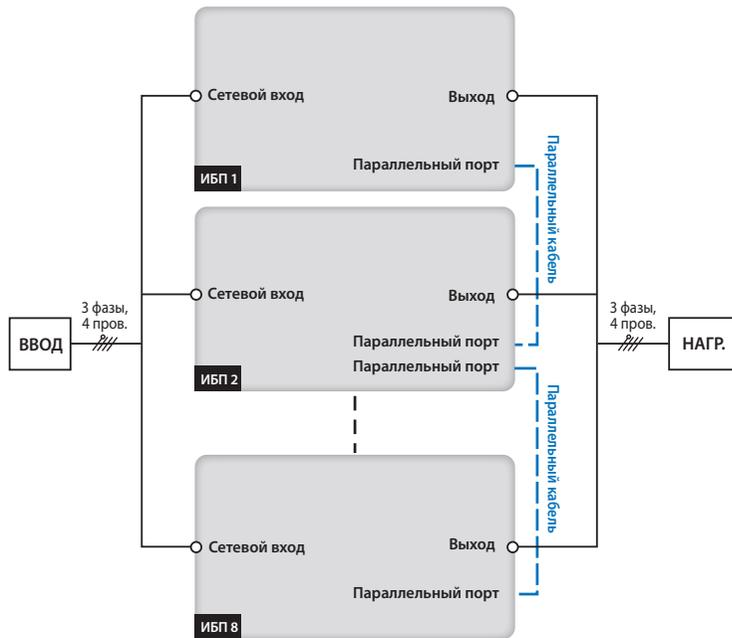

Рис. 5-15. Схема подключения в конфигурации с одним входом (система с параллельно включёнными ИБП)
- 2) Подключите кабели электросети переменного тока, нагрузки и внешнего батарейного шкафа к соответствующим зажимам ИБП. См. **Рис. 5-15** и раздел **5.5.3 Подключение внешнего батарейного шкафа Delta**.